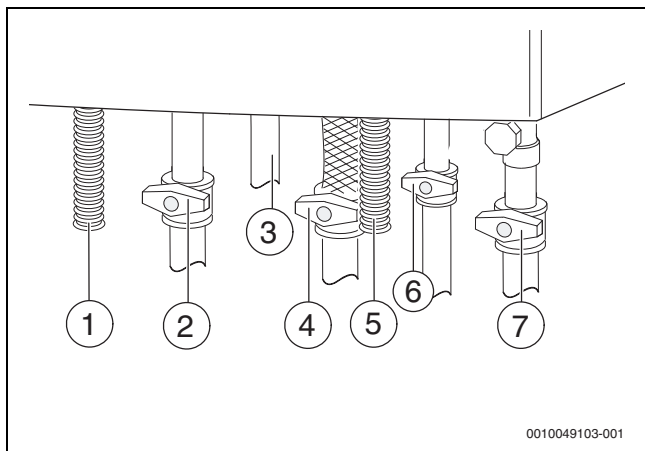

Fig. 29 Racorduri pe partea de gaz și apă (accesorii)
- ▶ Deschideți robinetul pentru apă rece (→ Fig. 29) și, apoi, un robinet pentru apă caldă, până când curge apă.
- ▶ Deschideți robinetul pe turul încălzirii și cel pe returul încălzirii (→ Fig. 29).
- ▶ Alimentați instalația de încălzire până la o presiune de 1,5 bari la instalația de umplere (→ Fig. 29) și închideți din nou instalația de umplere.